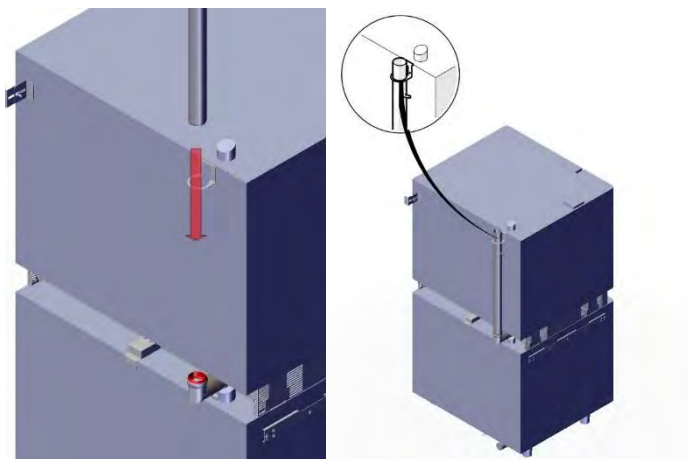

Fig. 56: Montering av frånluftsröret
13. Före montering av frånluftsröret måste rörhållaren klämmas fast under höljets lock på den övre apparaten. Sedan kan frånluftsröret infogas och anslutas med dubbelmuffen (Fig. 56).